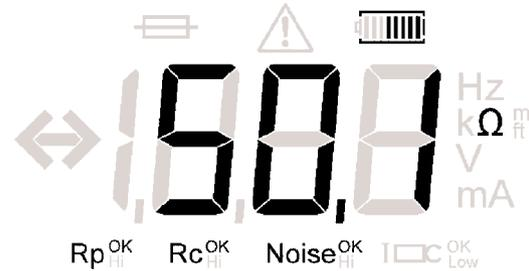

Abbildung 4: Messwert des Zweipolwiderstands
4. Ein Widerstandsmesswert wird auf dem LCD-Display angezeigt, wie in Abbildung 4 zu sehen ist.